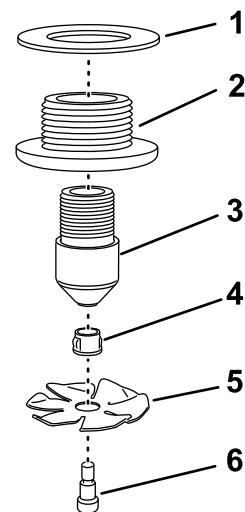

図 20
2. すすぎノズルに、すすぎペーン、ブッシュ、ショルダボルトを取り付ける図 20。
4. すすぎノズルアセンブリをバルクヘッドフィッティングに取り付けて手締めする図 20。
5. バルクヘッドのフィッティングにガasketを取り付ける図 20。
1. ショルダボルトの上からすすぎペーンとブッシュを取り付ける図 20。